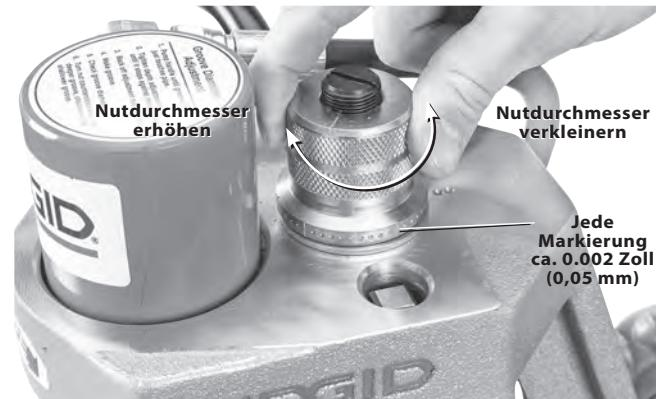

Abbildung 16 - Einstellung der Tiefeneinstellmutter
4. Drehen Sie die Tiefeneinstellmutter eine Umdrehung zurück (Abbildung 16).
6. Prüfen/messen Sie die Testnut. Wenn der Nutdurchmesser nicht den Spezifikationen entspricht, muss die Tiefeneinstellmutter neu positioniert werden, um den richtigen Nutdurchmesser zu erhalten. Siehe Abbildung 16.